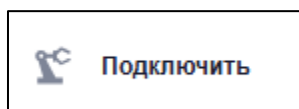

Рисунок 33 – Кнопка «Подключить»
9. Подключите манипулятор в приложении – нажмите кнопку «Подключить» в верхнем левом углу (см. Рисунок 33).